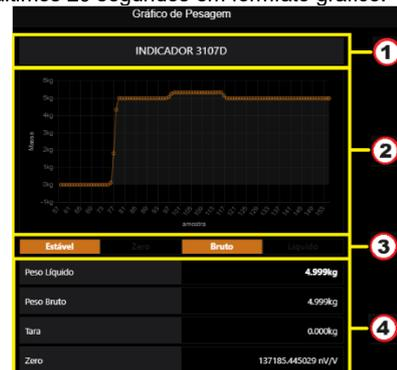

Figura 45 – Página Gráfico de Pesagem via Alfa Web Monitor
Para melhor visualização dos dados apresentados, o gráfico gerado na curva sinalizada pelo item 2 da Figura 45 possui eixo vertical adaptativo, permitindo a visualização tanto de grandes quanto de pequenas variações. O gráfico apresenta as últimas 100 amostras com uma aquisição de 5 amostras/segundo.